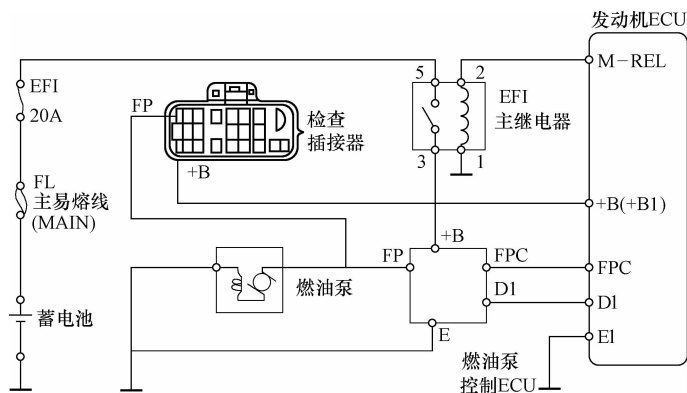

图 2-65 油泵 ECU 控制的燃油泵控制电路
(3) 油泵 ECU 控制的燃油泵控制电路的检测 图 2-65 所示为日本丰田皇冠 3.0 轿车的燃油泵控制电路。其检修要领是用万用表检测 FP 与搭铁间的电压,怠速时为 $8\sim 10\text{V}$,加速时为 $12\sim 14\text{V}$;点火开关在 ON 位置时, +B 与搭铁端电压为 $8\sim 16\text{V}$,FPC 端与搭铁间电压,怠速时为 2.5V ,加速时为 $4\sim 6\text{V}$ 。